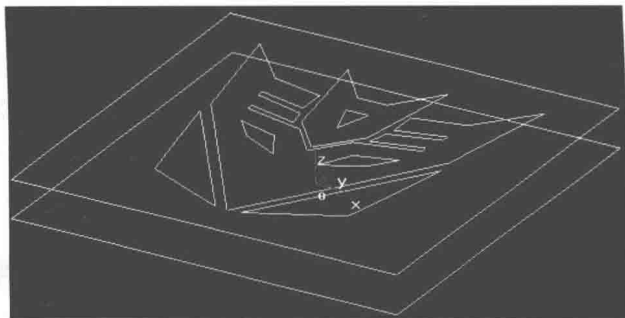

图 1-12
(11) 将平面图形沿 Z 轴平移 10 mm，然后再将平移后的正方形沿 Z 轴复制平移-10 mm。结果如图 1-12 所示。